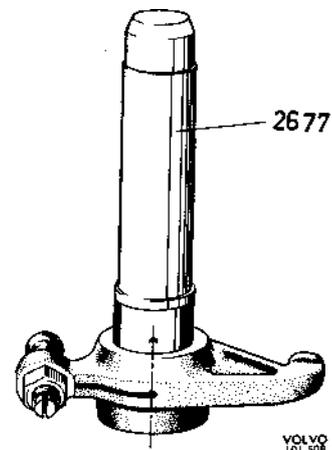

Fig. 27. Echange de bague de culbuteur
4. Les bagues de culbuteurs ovalisées par suite de l'usure doivent être remplacées. L'extraction et la mise en place des bagues se font avec le mandrin 2677. Les bagues devront ensuite être enfoncées de façon à ce que le trou d'huile soit à la position montrée par la figure 27. Après la mise en place, les bagues doivent être réalésées. Enlever tous les copeaux provenant de l'usinage.